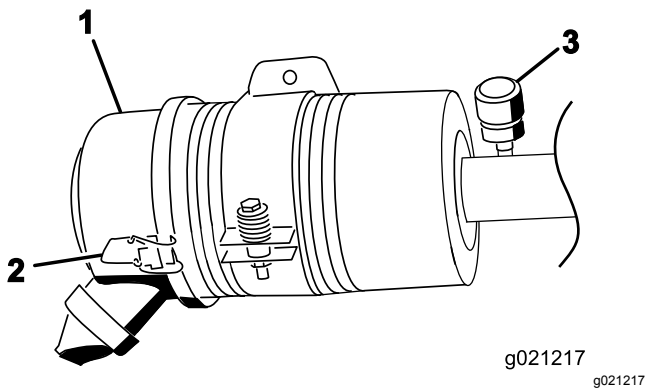

Figura 70
Revise el filtro del limpiador de aire únicamente cuando el indicador de mantenimiento lo requiera (Figura 70). El cambiar el filtro antes de que sea necesario sólo aumenta la posibilidad de que entre suciedad en el motor al retirar el filtro.
1. Abra los enganches que sujetan la tapa del limpiador de aire a la carcasa del limpiador de aire (Figura 70).